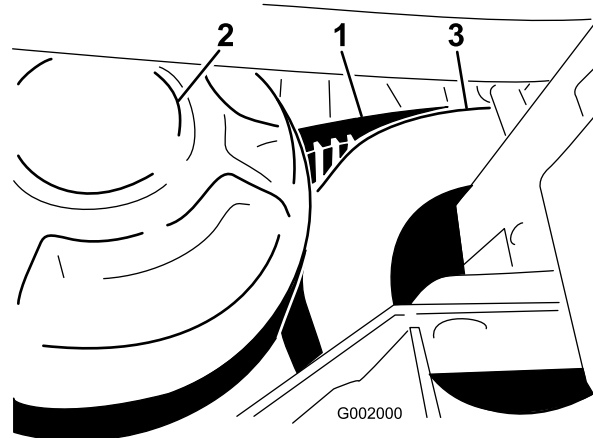

図 63
1. 二次クラッチを回しながら二次クラッチ部分でベルトを外す（図 63）。